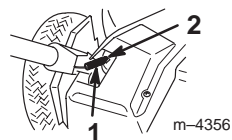

Abbildung 4
6. Die Feder des Radantriebskabels am Getriebebügel anbringen, wenn sie noch nicht angeschlossen ist (Abb. 4).